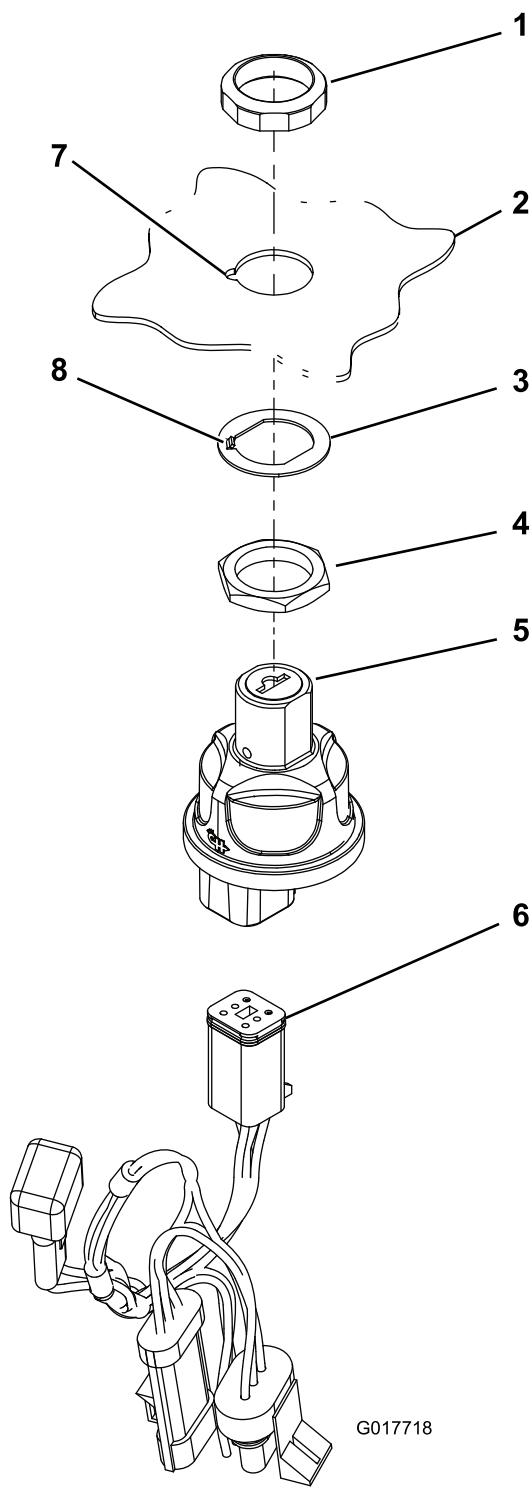

図 2
8. 図2に示すように、新しい始動スイッチアセンブリを取り付ける。
**注** ワッシャについているタブをコントロールパネルのスロットに合わせて取り付けてください(図2)。
10. 新しい始動スイッチのワイヤハーネスのコネクタを、新しい始動スイッチに接続する（図 2）。
9. 新しいワイヤハーネス（図 2）を、（古いハーネスを外した後の）既存のワイヤハーネスのコネクタに接続する。